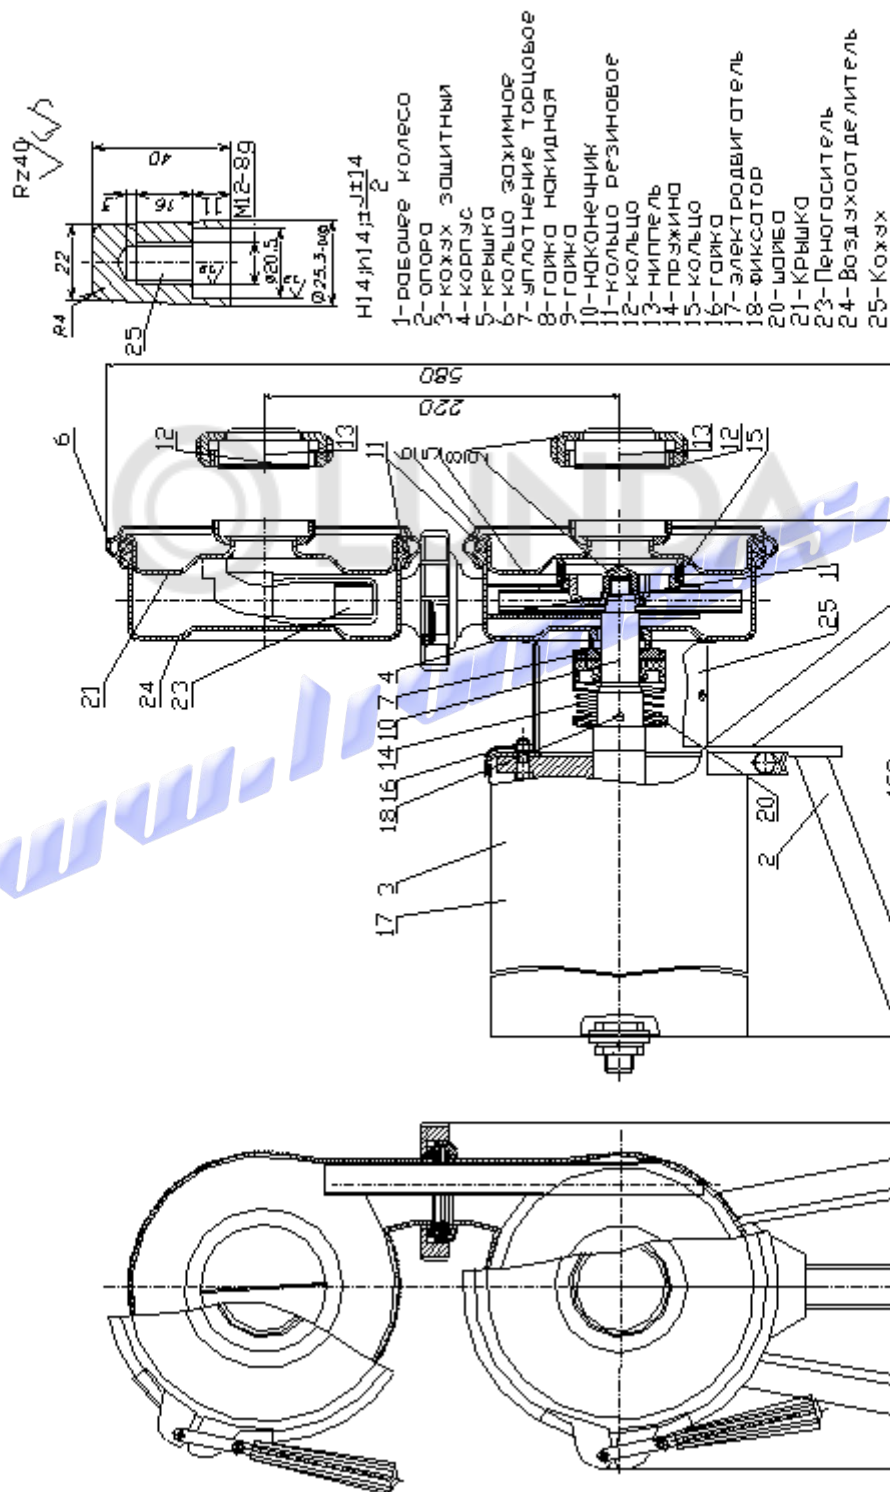

Рис. 2
2. Присоединительная арматура 8,12,13(рис.2) по согласованию с заказчиком.
Основные узлы насоса (см. рис.2): электродвигатель 17, корпус насоса 4, опора 2, рабочее колесо 1. На периферии корпуса насоса приварен вертикально расположенный выходной патрубок. К корпусу насоса с помощью зажимного кольца 6 прижимается крышка насоса 5. Резиновое кольцо 11 служит для уплотнения рабочей камеры насоса, образуемой корпусом и крышкой насоса. Крышка насоса имеет в центре резьбовой штуцер, к которому посредством накидной гайки 8 крепится в горизонтальном положении всасывающая труба с приваренным к ней ниппелем 13. Кольцо 15 служит для уплотнения зазора в соединении и уменьшения перетока жидкости.
5.5 При поставке насоса без электродвигателя необходимо собрать электронасос, придерживаясь нижеуказанного технологического процесса (см. рис.2).
5.5.8 Затем приступить к сборке другой части насоса. Через отверстие штуцера нагнетательного патрубка вставить пеногаситель 23 так чтобы нижней частью охватил колесо. Сверху положить уплотнительное кольцо 12 и закрепить воздухоотделитель 24 уже имеющейся на патрубке гайкой. На крышку 21 установить кольцо резиновое 11 и установить крышку в воздухоотделитель 24, как показано на рис.2. Закрепить крышку с помощью кольца зажимного 6. Герметичность соединения крышки и корпуса обеспечить регулированием зазора в кольце зажимном.
В процессе эксплуатации необходимо следить за состоянием торцового уплотнения вала насоса. В уплотнении допускается пропуск жидкости не более 10 капель в минуту. Если течь будет больше указанной, то это свидетельствует об износе поверхности А втулки торцового уплотнения 7 (см. рис.2). Для восстановления уплотнения насос разобрать в следующей последовательности: отсоединить от всасывающего и нагнетательного трубопроводов, вскрыть коробку и отсоединить провода от электродвигателя, снять зажимное кольцо 6 и крышку насоса 5, отвернуть гайку 9 и снять колесо 1, отвернуть четыре гайки 16 и снять корпус насоса 4. Поверхность втулки торцового уплотнения считается изношенной при высоте рабочего буртика менее 0,6 мм, при этом узел уплотнения следует заменить новым,